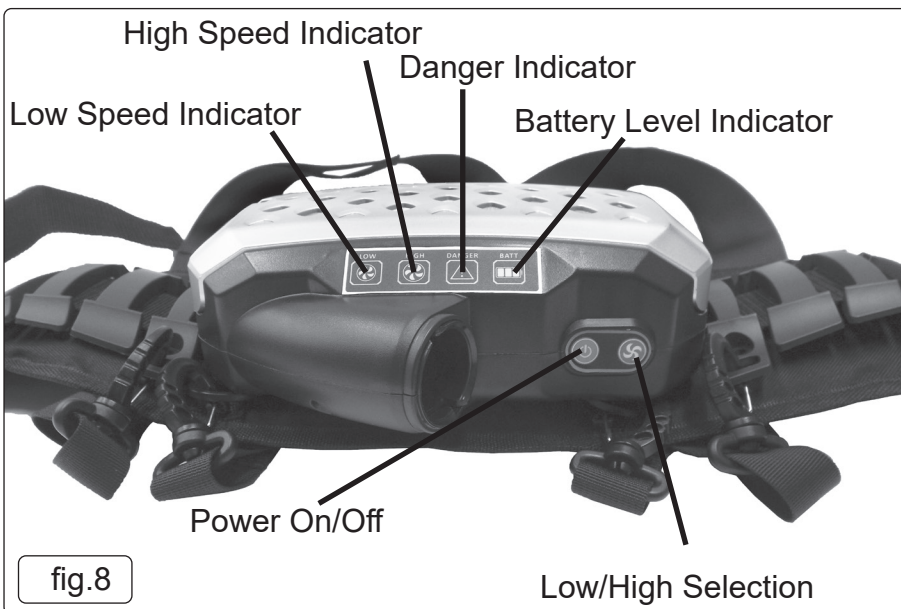

fig.8
4.12. OPERATING THE CONTROLS (FIG.8)